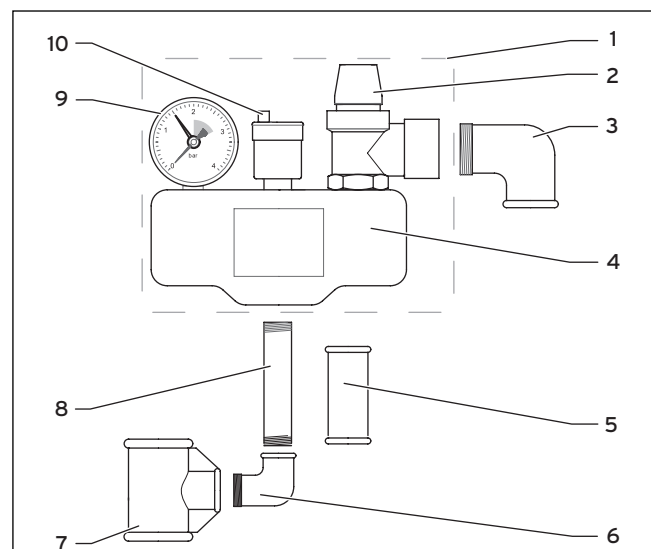

Fig. 3.1 Gruppo di sicurezza
- Controllare la completezza della fornitura in base alla fig. 3.1 e alla tab. 3.1.
- Una volta all'anno e in occasione di ogni messa in servizio, controllare il funzionamento della valvola di sicurezza (2, fig. 3.1)